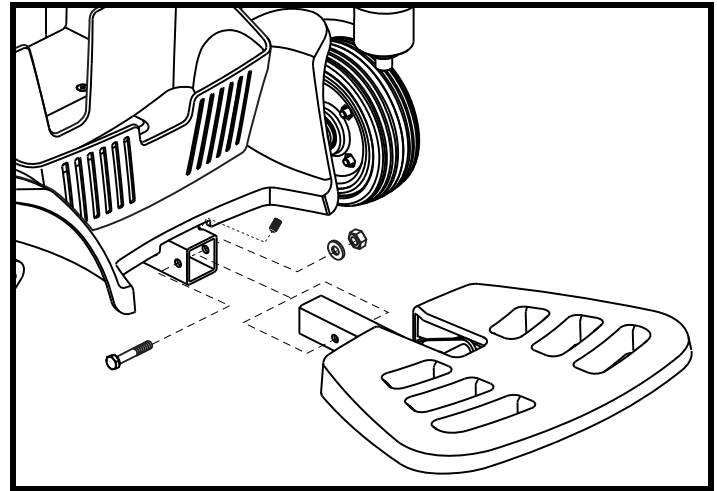

Abb. 19. Fußstützentiefe
1. Entfernen Sie den Sicherungsstift aus der Halterung der Fußstütze. **Siehe Abb. 19.**